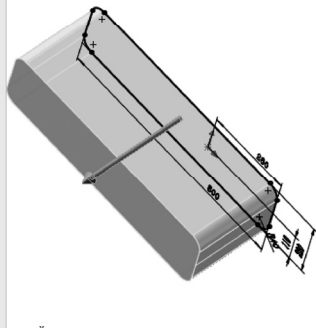
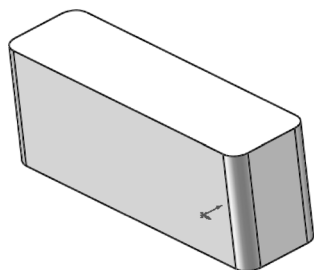

图 9-36 设置拉伸参数
图 9-37 拉伸实体
**03** 拉伸实体。选择菜单栏中的“插入”→“凸台/基体”→“拉伸”命令，或单击“特征”控制面板中的“拉伸凸台/基体”按钮，系统弹出“凸台-拉伸”属性管理器，在“深度”文本框中输入 300.00mm，如图 9-36 所示。单击“确定”按钮，拉伸后的箱体实体如图 9-37 所示。